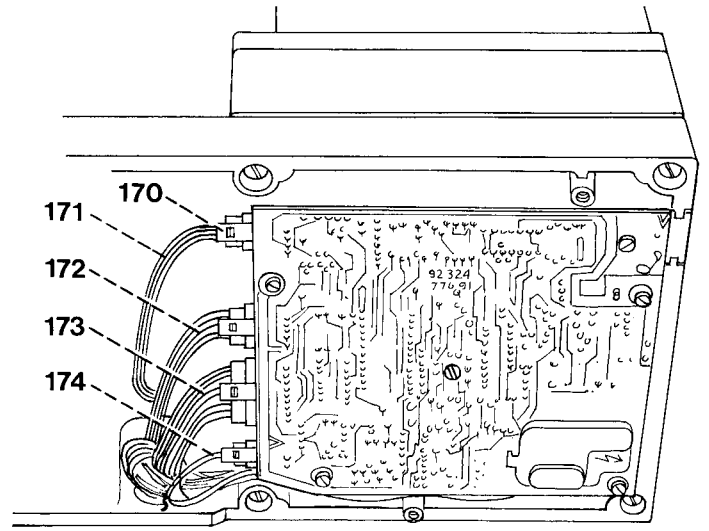

Fig. 33h
- The four-bush connector 171 into the four-pin receptacle (Fig. 33h).
- Brancher la fiche à quatre fils 171 dans la prise à quatre fils (fig. 33h).